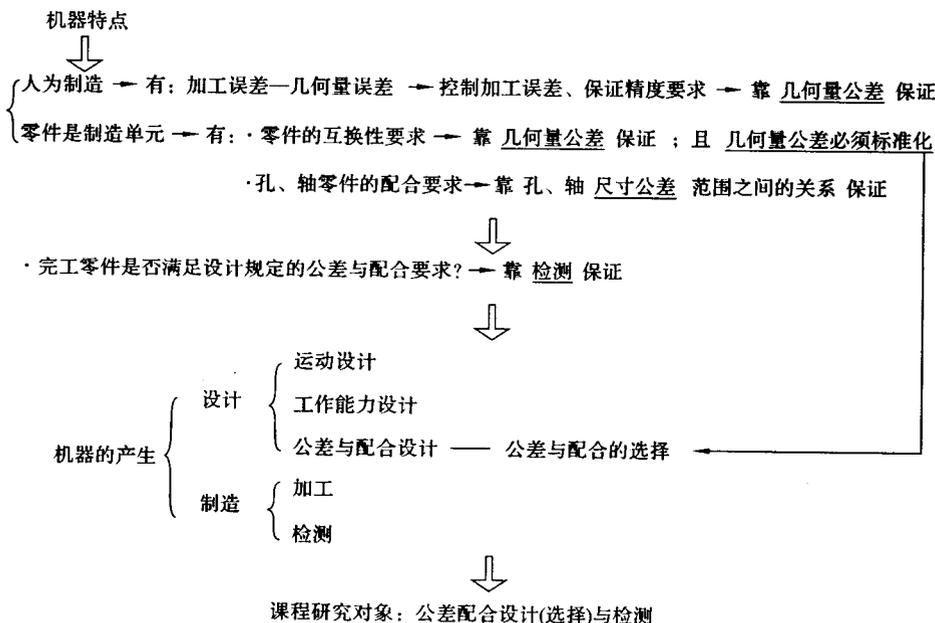

图 1.3 公差与配合、互换性、检测、标准化的关系
(2) 理顺课程所涉及各方面的关系。本课程涉及面广,如果不理顺公差与配合、互换性、检测、标准化等方面的关系,则必然表现为内容松散、缺乏逻辑性和体系性,这是造成有师生反映本课程难教、难学的主要原因。对此,首先就必须理顺公差与配合、互换性、检测、标准化等方面的关系。公差与配合、互换性、检测、标准化等方面的关系见图 1.3。